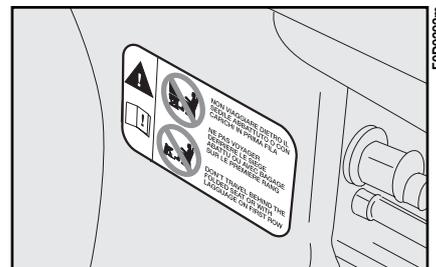
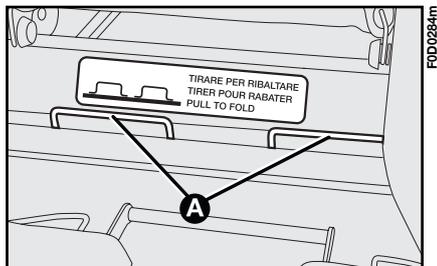
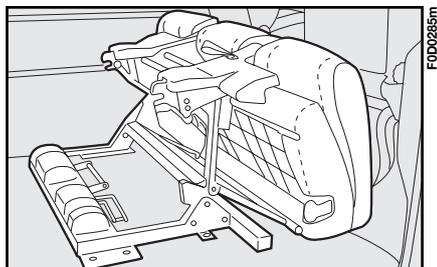

fig. 65
fig. 66
fig. 67
**No viaje en la 3ª fila con la banqueta de la 2ª fila plegada (véase fig. 67). Además, no coloque ningún objeto sobre el respaldo de la banqueta de la 2ª fila cuando esté plegado: en caso de choque o de un frenado brusco podría proyectarse contra los ocupantes del vehículo causándoles lesiones graves. Para mayor información, consulte las instrucciones específicas en la tarjeta ubicada detrás del respaldo de la banqueta (fig. 65)**
Si, después de reclinar la banqueta desea plegarla completamente, tire de las dos palancas **A-fig. 66** ubicadas debajo del respaldo (como especificado en la tarjeta) y recline hacia adelante la fila de la banqueta completa (**fig. 67**).